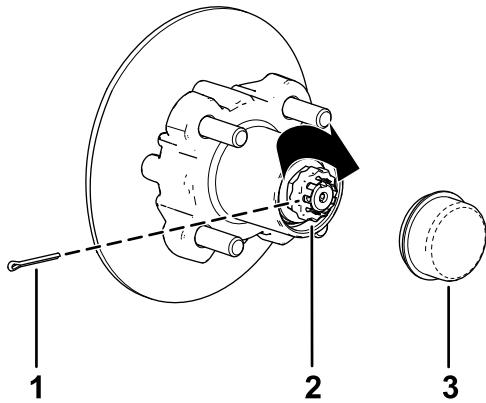

図 33
8. ナットの上からリテーナを取り付け、リテーナのスロットとスピンドルのスロットが整列しているかどうか確かめる図 33。
9. コッターピンを取り付け、ピンの足をリテーナに巻き付けるように曲げる図 33。
10. ハブにダストキャップを取り付ける図 33。